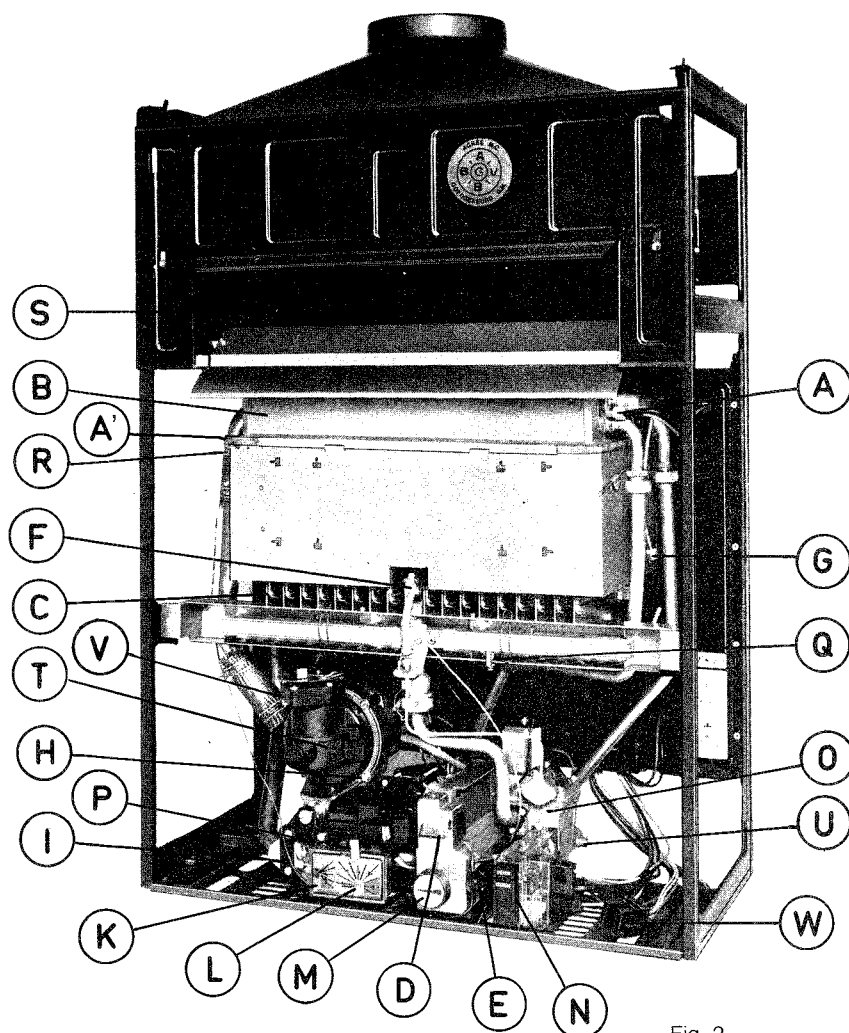

Fig. 2
- Un coupe-tirage incorporé (S fig. 2)